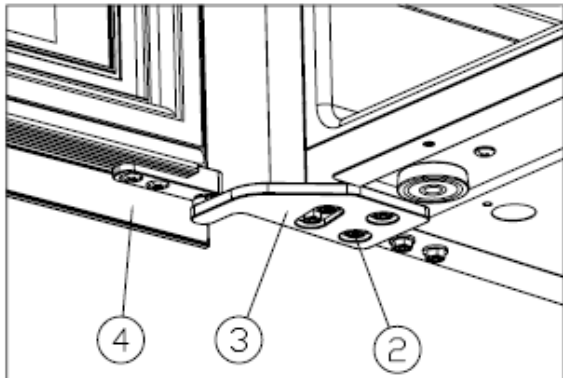

Figura 5
- ✧ Instale la bisagra superior derecha ③, y atornille los tornillos M5*16 ② (figura 5).